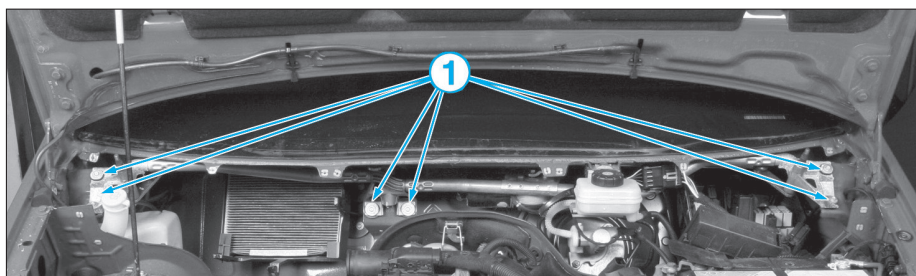

FIG. 30
- les 6 vis de fixation (1) du mécanisme d'essuie-vitre (Fig.30).